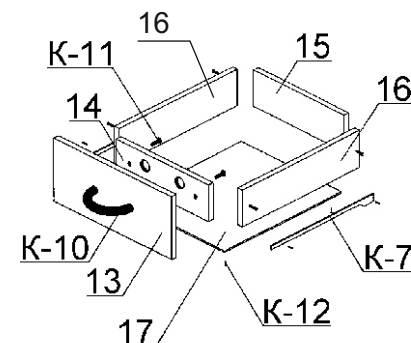

Рис. 4
4. Сборка ящика (2 шт., рис. 4)